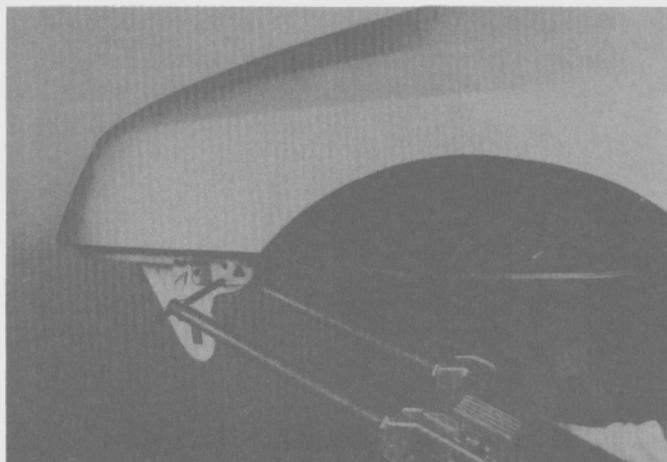

Fig. 97
- Soldar por puntos el guardabarro en su unión con el soporte del paragolpe (Fig. 97).